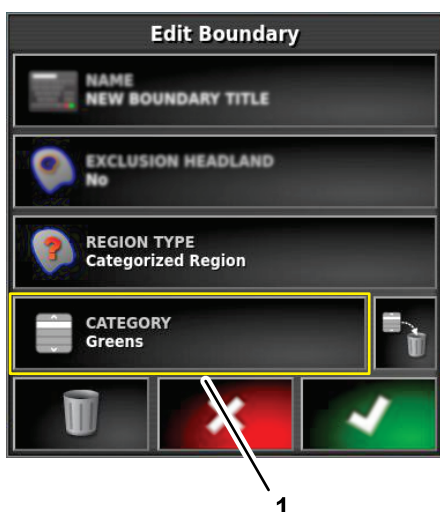

Figura 67
5. Viene visualizzato il tipo di categoria selezionato, quindi premete l'icona Conferma (Figura 67).